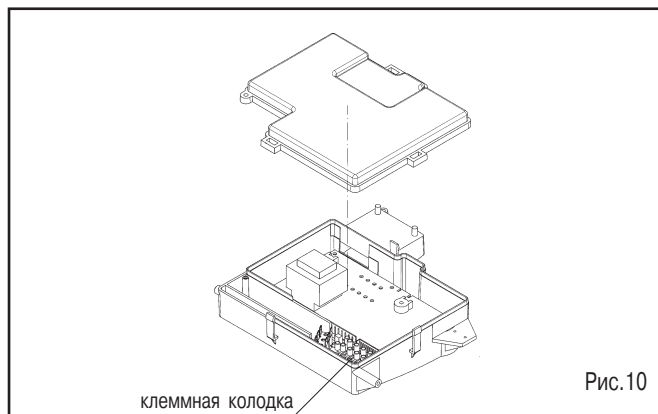

Рис.10
- Снять крышку и получить доступ к электрическим подсоединениям (рис.10).